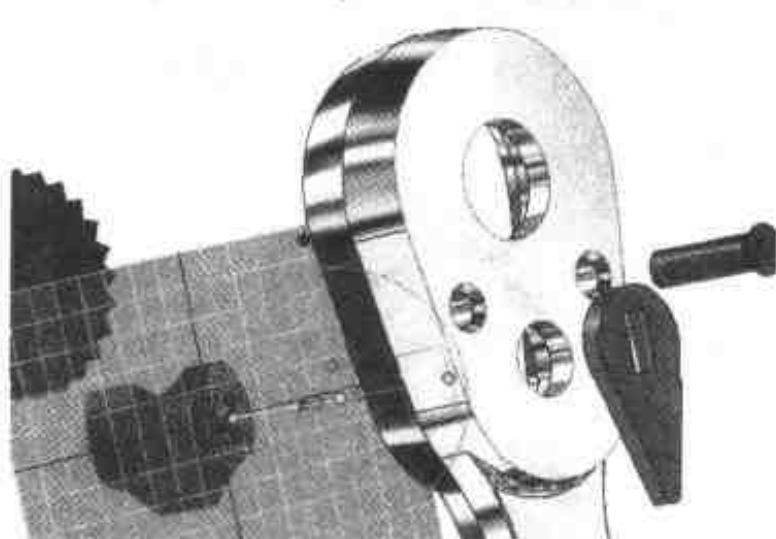
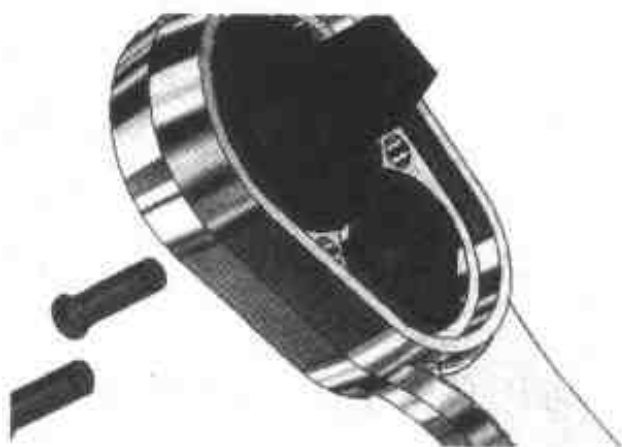

图 5.35 调整凸轮 2 的轨迹末点
图 5.36 凸轮 2 的装配动画
- (10) 单击轨迹末点, 凸轮 2 的蓝色外形轮廓线显现。打开【三维球】, 选择并锁定与高度线相对应的定位手柄, 利用三维球将它移动到 5.2.1 节所述装配定位位置, 如图 5.35 所示。
- (11) 关闭【三维球】, 单击【打开】按钮进入动画状态。单击【播放】按钮观察动画效果, 结果如图 5.36 所示, 凸轮 2 恰好停止于如图 5.35 所示的凸轮蓝色外形轮廓线所在的位置。